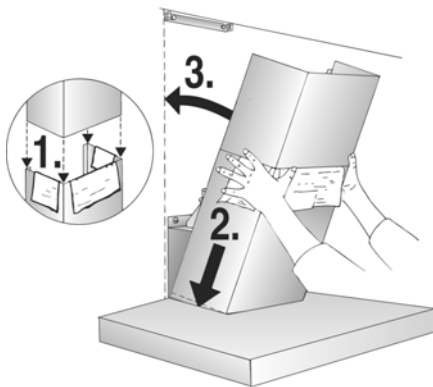

Рис. 15
13. Выдвиньте верхнюю секцию и прикрепите ее с боковых сторон двумя винтами к монтажным скобам (рис. 15).